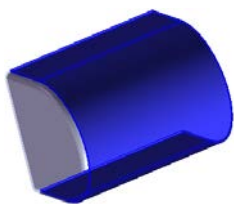

图 4.12 边线一法兰 1
(3) 定义钣金参数属性。
① 定义钣金参数。在“钣金参数(S)”区域的“厚度”文本框中输入厚度值 0.2。
② 定义钣金折弯系数。在“折弯系数(A)”区域的下拉列表中选择“因子”选项, 把文本框“K”的因子系数改为 0.4。
③ 定义钣金自动切释放槽类型。在“自动切释放槽(I)”区域的下拉列表中选择“矩形”选项, 选中“使用释放槽比例(A)”复选框, 在“比例(I):”文本框中输入比例系数 0.5。
(4) 单击 按钮, 完成基体—法兰 1 的创建。
Step3. 创建图 4.12 所示的钣金特征——边线一法兰 1。
(1) 选择命令。选择下拉菜单 **插入(I)** → **钣金(B)** → **边线法兰(E)...** 命令 (或单击“钣金”工具栏中的“边线一法兰”按钮 )。